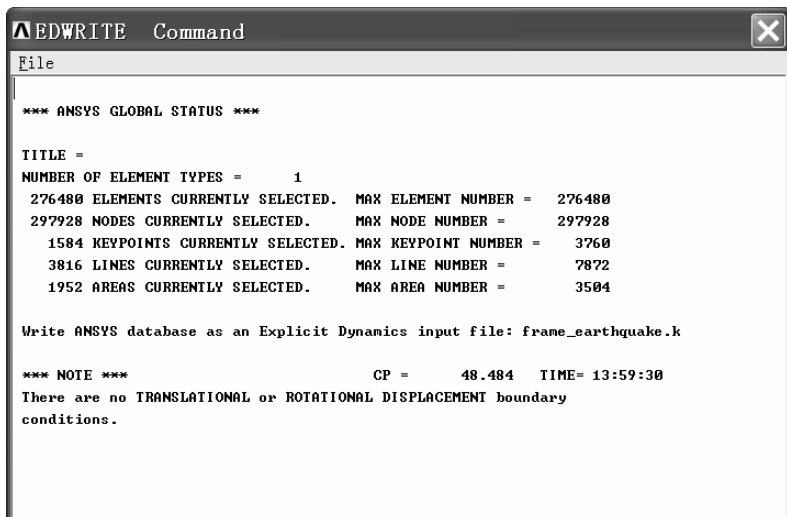

图 10-44 “EDWRITE Command” 窗口
(4) 单击 “Input files to be Written for LS-DYNA” 窗口中的 “OK” 按钮，弹出 “EDWRITE Command” 窗口（见图 10-44）。